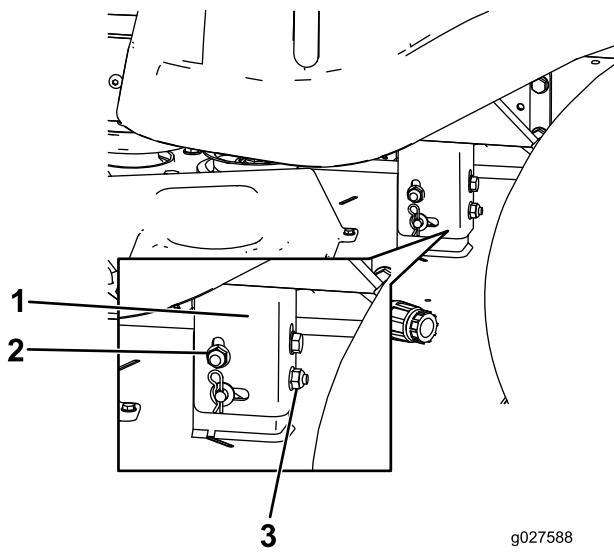

Figure 55
- Élevez ou abaissez le côté gauche du tablier de coupe en tournant l'écrou arrière (Figure 55).